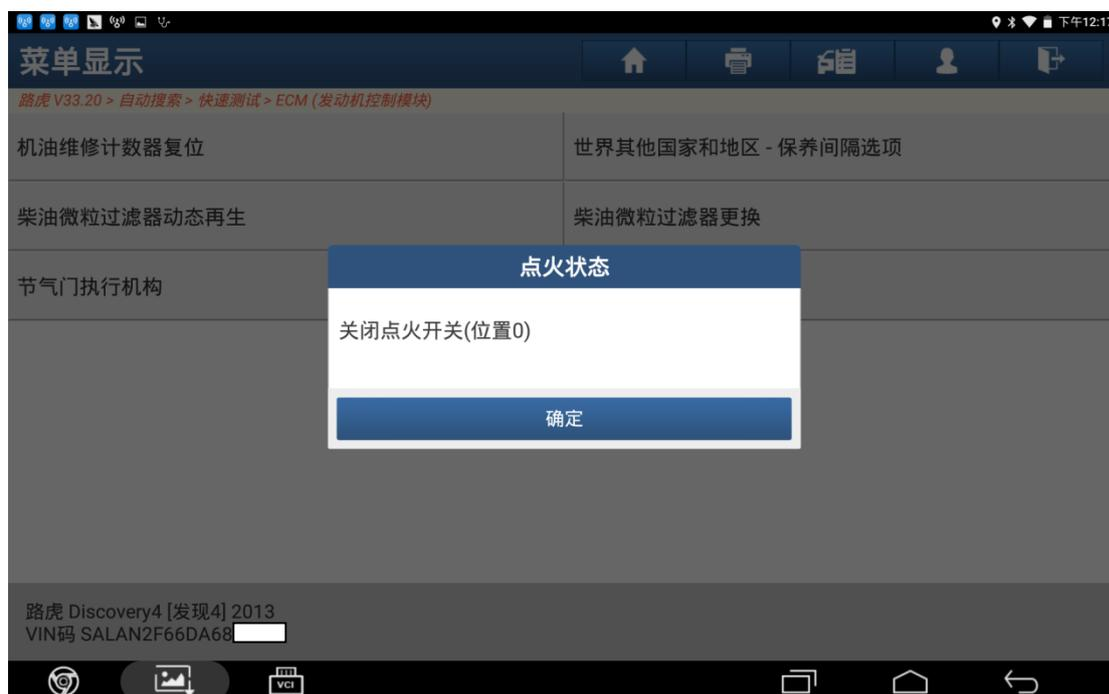

图 15
15). 关闭点火开关（位置 0）后点击“确定”，如图 15: